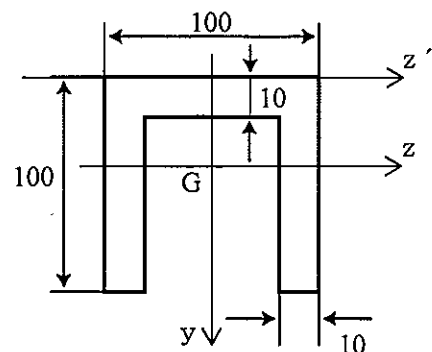

図2
- 【4】 図2に示すような断面の z' から図心 G までの距離 y_G と図心を通る z 軸に関する断面二次モーメント I を求めなさい。図中の寸法の単位は mm である。(14点)